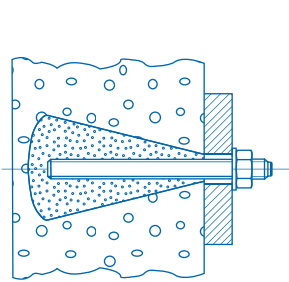

Рис. 12
- **Комбинированная анкеровка** (рис. 12) — совокупность двух видов анкеровки.